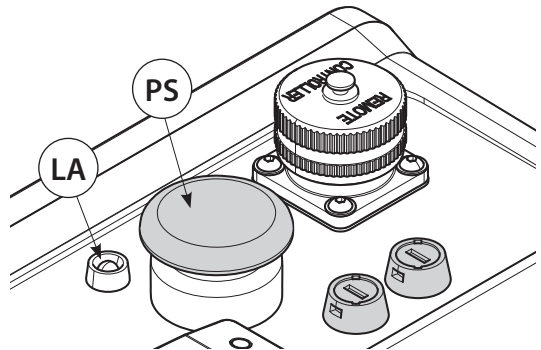

FIG. 3
- En caso de necesidad, apretar a fondo el botón mecánico de descarga (PS) Fig. 3 situado sobre la bomba al fin de obtener el retorno del aceite en el depósito independientemente del estado de la red eléctrica.
La bomba está equipada con un sistema de diagnóstico; el encendido del led amarillo (LA) Fig. 3 señala eventuales anomalías de funcionamiento **con consiguiente bloqueo de la bomba**.
- EL ENCENDIDO DEL LED AMARILLO señala la intervención de la protección térmica en el interior del motor eléctrico, debido normalmente a un empleo intensivo y prolongado de la bomba. Para restablecer el funcionamiento de la bomba, esperar el enfriamiento del motor por lo tanto apagarla y reenchufarla actuando sobre el interruptor general (IG).